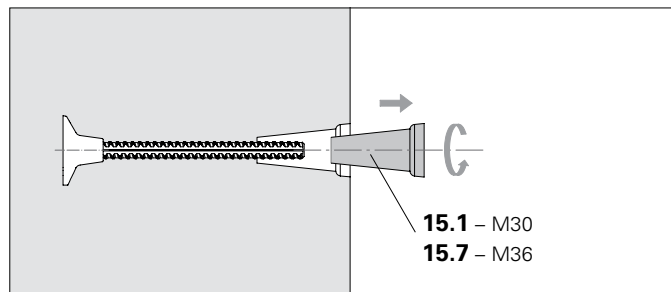

Fig. A2.16a
2. Svitare manualmente e rimuovere il cono di ripresa. (Fig. A2.16a)